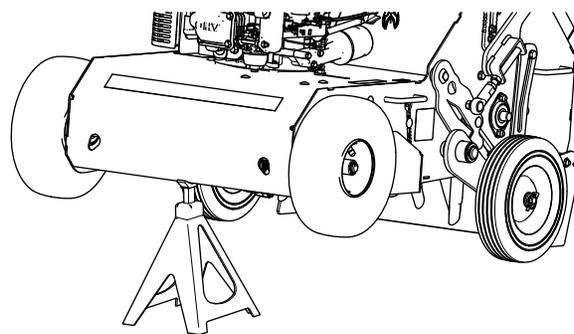

Рисунок 27
1. Если вам нужно поработать с нижней поверхностью машины, отклоните ее назад (Рисунок 27).